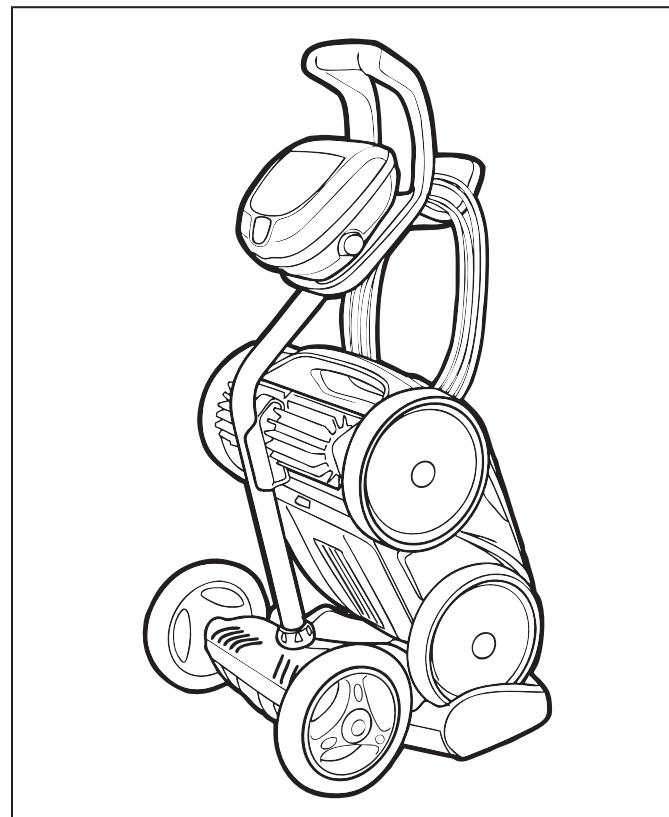

Figure 19. Nettoyeur rangé correctement sur le chariot
- Placer le robot nettoyeur en position verticale sur la base du chariot et le fixer à l'attache (Figure 19).
- Enrouler le câble sans serrer en commençant au robot nettoyeur et en allant vers le point de raccordement du module de commande. Redresser le câble au fur et à mesure. Ranger le câble en l'enroulant autour du crochet situé à l'avant du chariot (Figure 19).